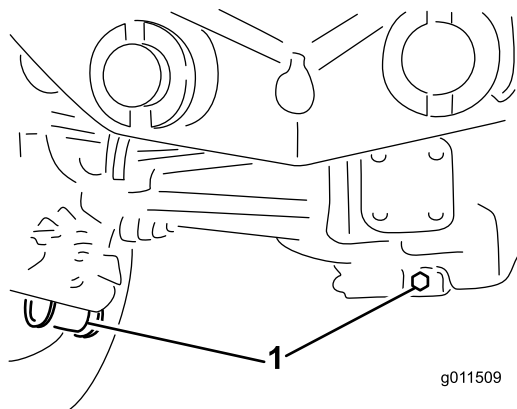

Figura 86
2. Limpie la zona alrededor de los tres tapones de vaciado, uno en cada extremo y uno en el centro (**Figura 86**).